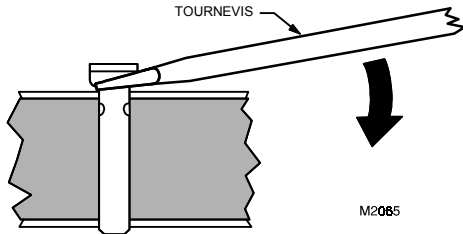
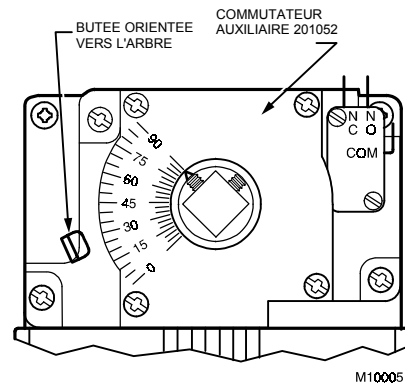

Fig. 8. Extraction d'une butée.
Fig. 11. Commutateur auxiliaire 201052 monté sur le W7751H.
Lorsqu'une butée est utilisée avec un commutateur auxiliaire installé sur le site, la patte à la partie supérieure de la butée doit être orientée vers l'arbre du registre. Voir Fig. 11. Pour retirer la butée, faire levier avec un tournevis. Voir Fig. 8.
Le commutateur auxiliaire 201052A,B,C peut être utilisé avec le W7751H. Il permet de commander des équipements extérieurs au servomoteur (par exemple, une batterie de réchauffage électrique ou un ventilateur) en un point réglable de la course (de 0 à 90°) du servomoteur. Le commutateur 201052 est ajouté sur le site. Des vis Philips taraudeuses sont fournies avec le commutateur. Le commutateur ne peut être monté que dans une seule position (voir Fig. 11), les contacts étant orientés vers le haut du servomoteur.
- Si une butée est utilisée, elle doit être orientée vers l'arbre (voir Fig. 11) afin de ménager un dégagement pour le commutateur auxiliaire.